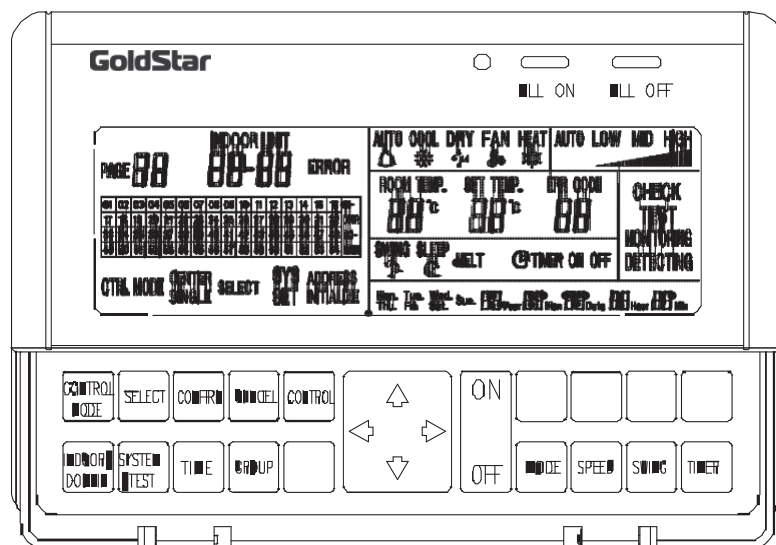

Рис. 7.21
7.5.7 Проводной центральный пульт CE51-24/E(M) (рис. 7.21).